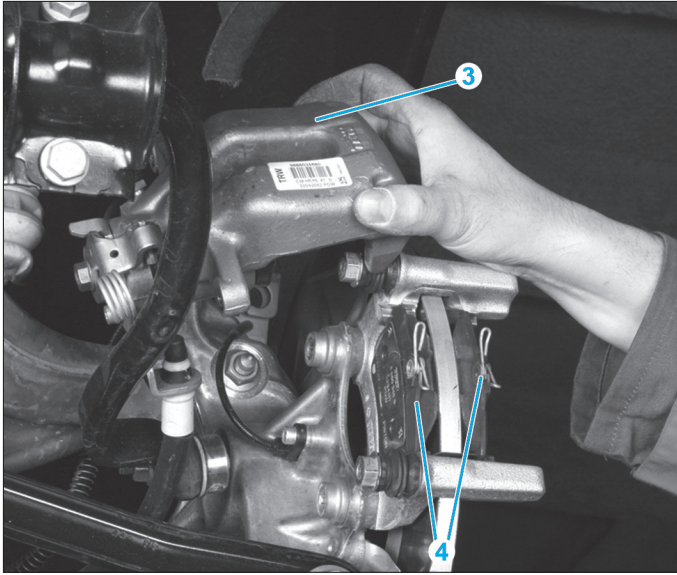

Fig. 20
- Ecarter et suspendre l'étrier de frein (3) (Fig.20).
- Déposer les plaquettes de frein (4).